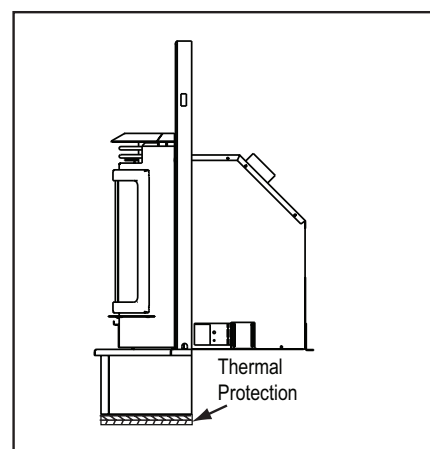

Figure 44.4
10. La protection thermique de 1-1/2 pouces (38mm), "k" valeur de 0,49 et une valeur R de 3,06 sous le support à dégagement zéro trim. **Figure 44.4.**